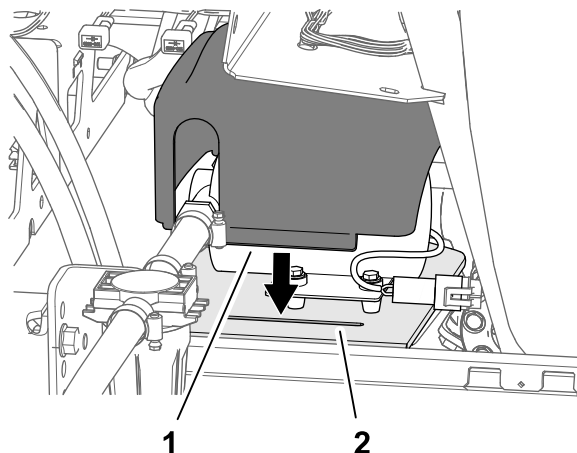

Figura 32
- Alinee la tapa sobre la bomba del depósito de enjuague como se muestra en Figura 32.
- Instale las 2 pestañas de la tapa en las 2 ranuras de la placa base del bastidor del depósito (Figura 32).